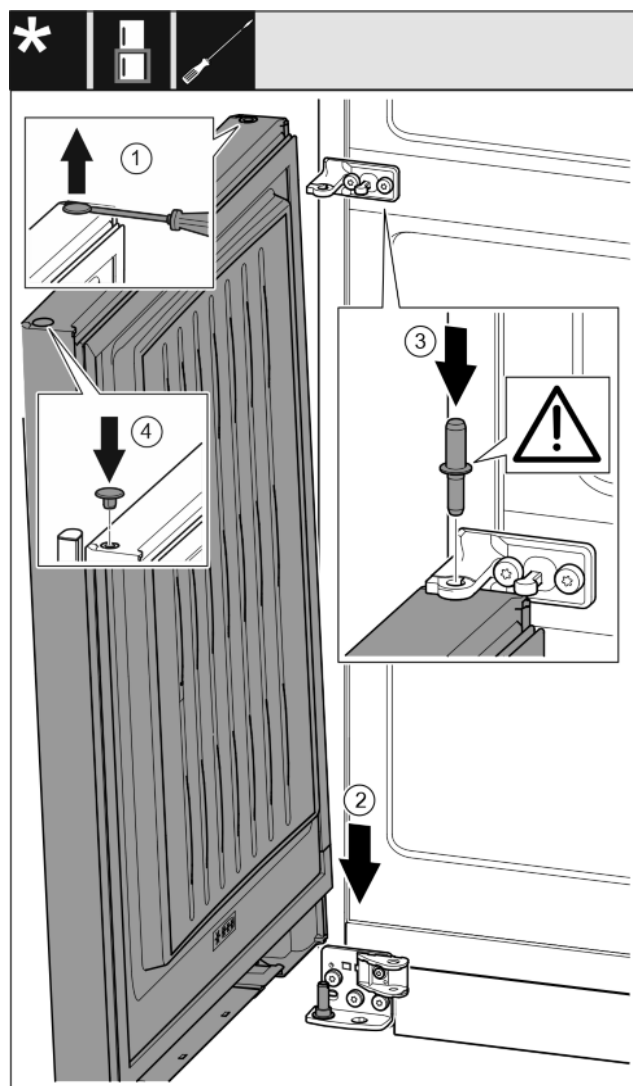

Fig. 32
- S ploščatim izvijačem previdno dvignite čep in ga izvlecite. Fig. 32 (1)
- Vrata od zgoraj nasadite na spodnji ležajni sornik. Fig. 32 (2)
- Ležajni sornik na sredini vstavite skozi ležajni podstavek na sredini v vodilo spodnjih vrat. Pri tem pazite na to, da je zaskočni zapah obrnjen nazaj. Fig. 32 (3)
- Čep ponovno vstavite na drugi strani vrat. Fig. 32 (4)